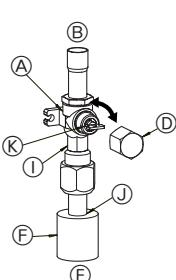
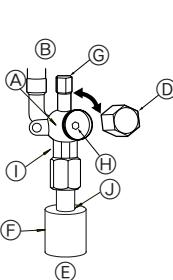

Fig. 4-5
Fig. 4-6
(1) Lato del gas di P71-140 (Fig. 4-5)
- ① Rimuovere il cappuccio, tirare la maniglia verso di sé e ruotare di 1/4 di giro in senso antiorario per aprire.
- ② Assicurarsi che la valvola d'arresto sia completamente aperta, spingere in dentro la maniglia e riportare il cappuccio alla posizione originale.
(2) Lato del liquido di P71-140 (Fig. 4-6)
- ① Togliere il cappuccio e girare fino a quando è possibile l'asta della valvola in senso antiorario utilizzando una chiave esagonale da 4 mm. Smettere di girare quando si urta l'otturatore.